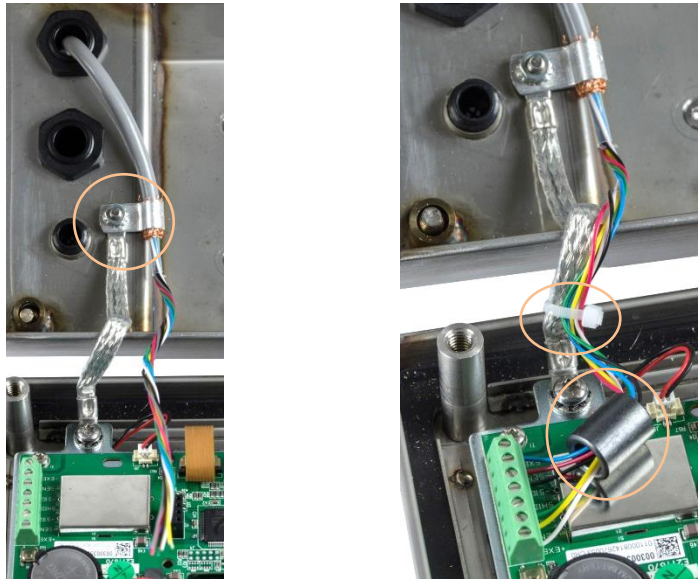

Figura 2-32: Instalação da Ferrite do Cabo da Célula de Carga Analógica e do Terra do Chassi, IND236.
21. Conecte o clipe de aterramento usando o parafuso de fixação da dobradiça do gabinete, como mostrado na Figura 2-32 (esquerda).